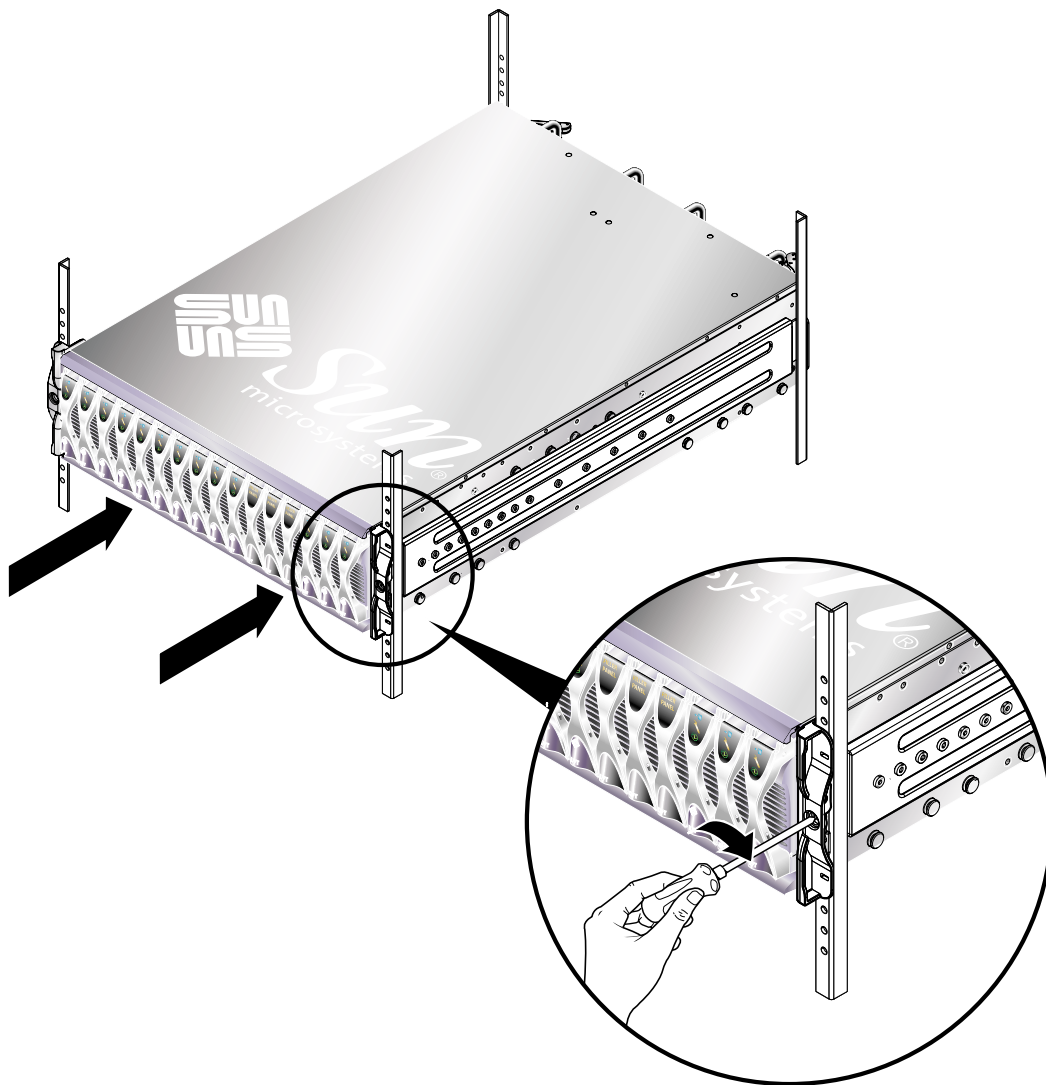

図 3-8 脱落防止機構付きねじの締め付け (19インチ 4 ポストラック)
9. システムシャーシの正面にある脱落防止機構付きねじを締めます (図 3-8)。